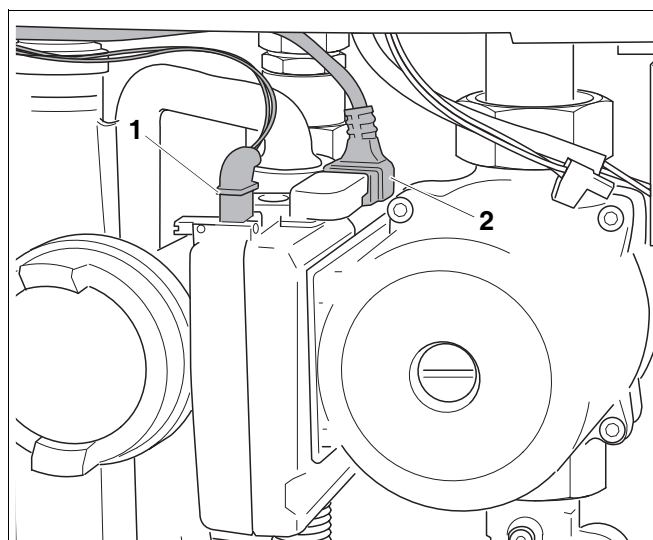

Fig. 20 Tilslutning af pumpen
- Sæt takokablets stik (fig. 20, **pos. 1**) i på pumpen (kun ved modulerende pumpe UPER 25 - 80).
- Sæt netkablets stik (fig. 20, **pos. 2**) i på pumpen.